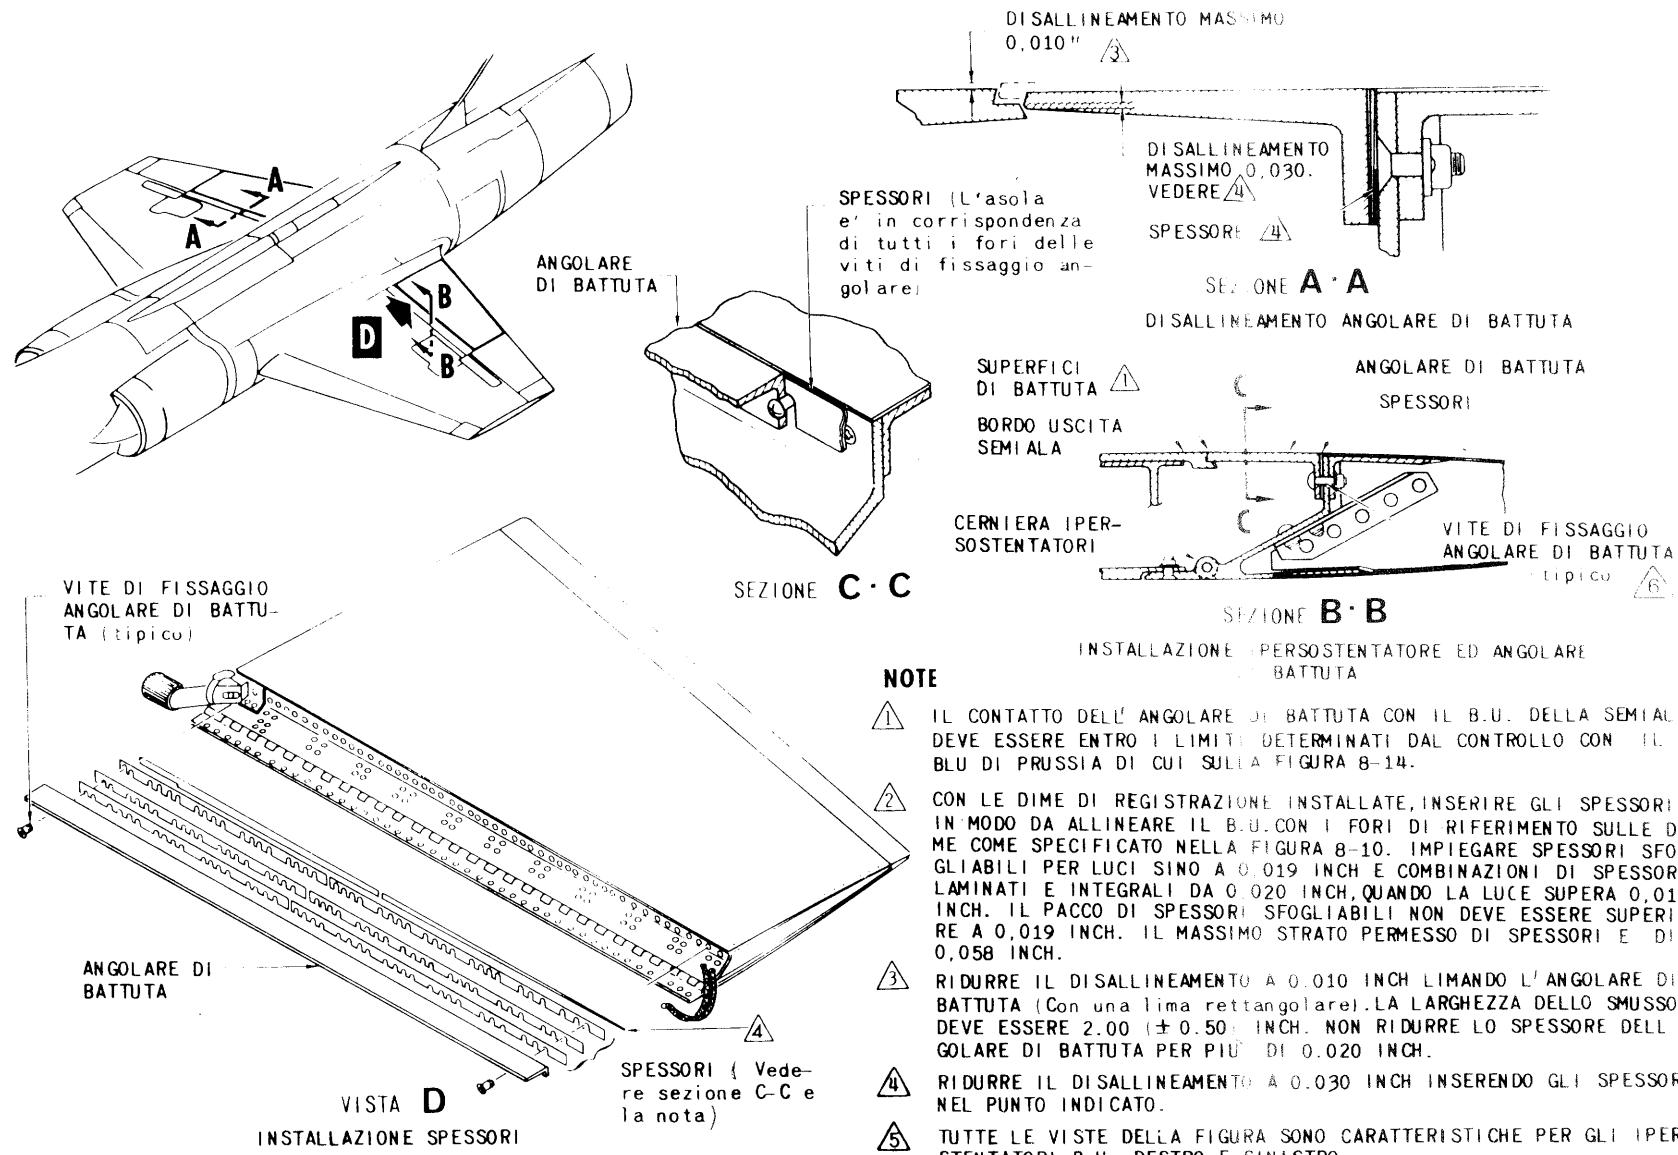

Fig. 8-17. Sostituzione degli ipersostentatori B.U.
8-84. ADATTAMENTO DEGLI IPERSOSTENTATORI B.U. (vedere fig. 8-17). Adattare ed installare l'ipersostentatore B.U. destro o sinistro come segue:
Se l'angolare di battuta tocca il rivestimento della semiala in un punto più basso di 0,030 inch rispetto alla parte superiore della superficie di battuta della semiala, installare degli spessori tra il lato inferiore dell'angolare di battuta ed il longherone dell'ipersostentatore, in modo da sollevare il B.E. dell'angolare stesso (vedere fig. 8-17).
x. Inserire gli spessori necessari tra l'angolare di battuta ed il longherone dell'ipersostentatore, in modo da ottenere le caratteristiche di installazione illustrate in fig. 8-17.
ad. Assicurarsi che il disallineamento tra la parte superiore della semiala e la parte superiore degli ipersostentatori, in corrispondenza delle superfici di battuta, non sia superiore a 0,010 inch (vedere fig. 8-17).